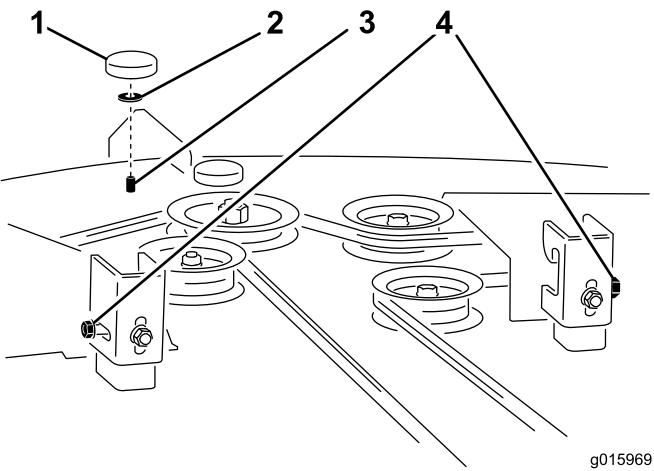

Figure 2
1. Desserrez, mais sans le retirer, l'écrou à embase à l'extérieur de chaque étrier de suspension à l'arrière du plateau de coupe : voir Figure 2
2. Retirez le bouton, la rondelle et le boulon comme indiqué dans Figure 2 et mettez-les de côté.